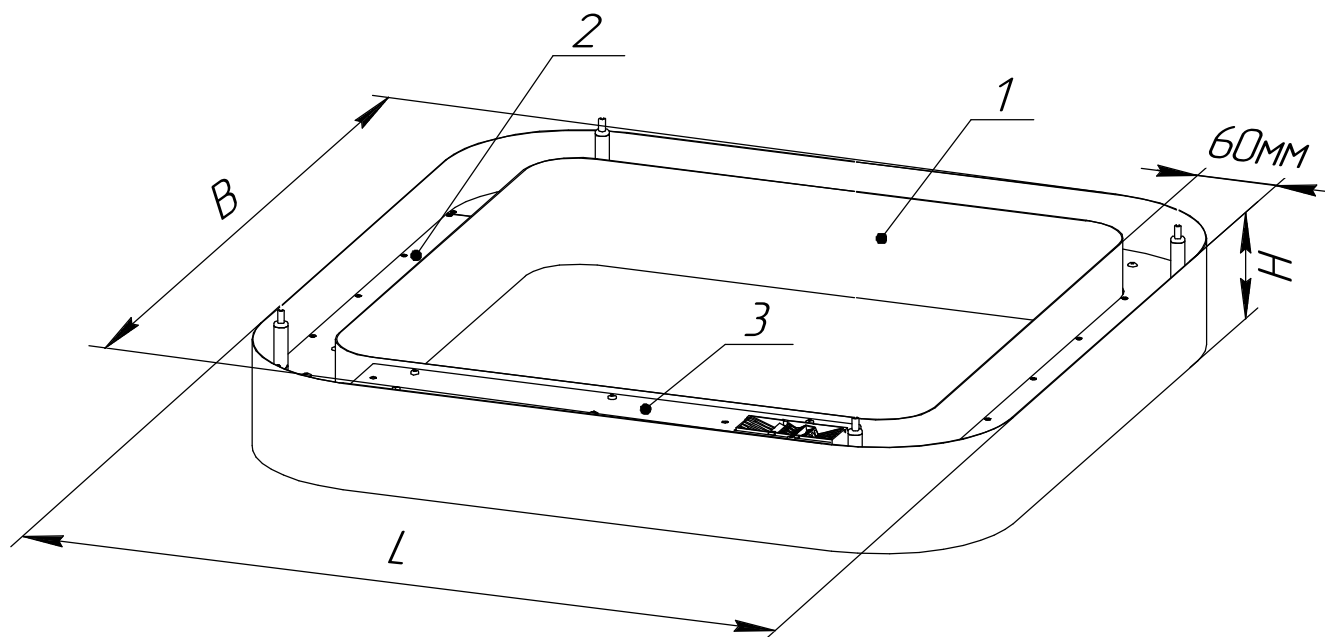

Рисунок 1 - Светильник серии ДСО33 Horizon Four Frame
5.7 Снимите защитную пленку с корпуса поз.1 (рис. 1)